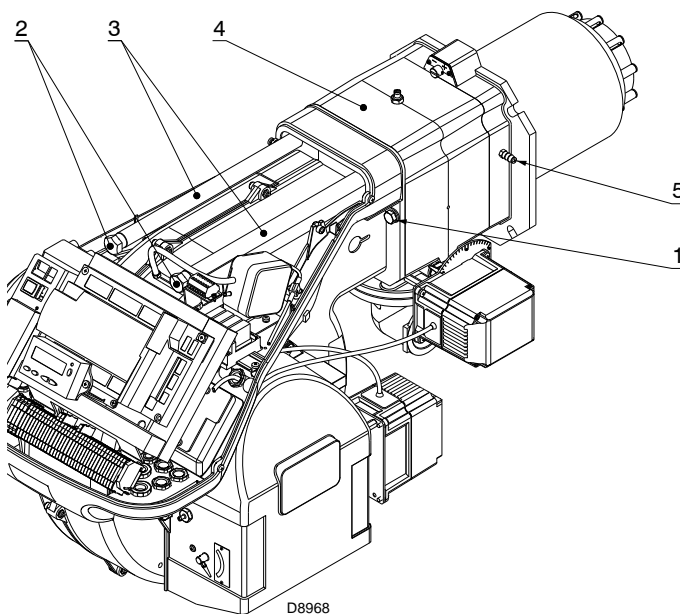

Fig. 17
- insérer les câbles de la sonde et de l'électrode, puis faire glisser le brûleur jusqu'au manchon, le brûleur doit rester dans la position illustrée dans la Fig. 17;